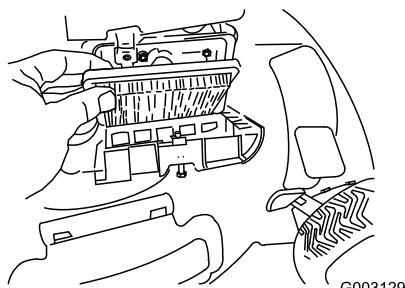

Figure 41
4. Remettez le couvercle en place (Figure 41).